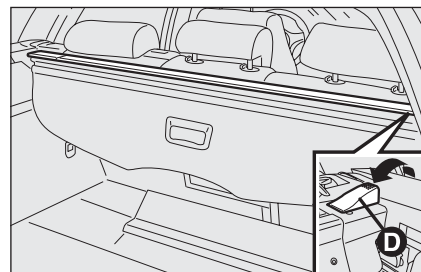

fig. 19
**ADVERTENCIA** Para quitar la cortinilla enróllela y controle que también la red de separación del habitáculo (donde esté prevista) esté enrollada (consulte el apartado siguiente), luego, mueva hacia arriba la palanca **D-fig. 19**. Levante y saque la cortinilla del maletero.
- ☐ manteniendo la palanca **D-fig. 19** levantada introduzca la cortinilla en su alojamiento del lado derecho;